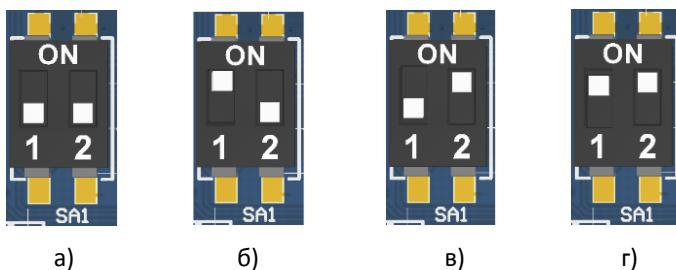

Рисунок 23. Переключатель **SA1**:
- Переставить тумблер **2** переключателя **SA1** в положение **ON** (смотрите рисунок 23 пункт **в**), включить ККТ. При этом будет воспроизведен характерный звуковой сигнал (короткая мелодия).